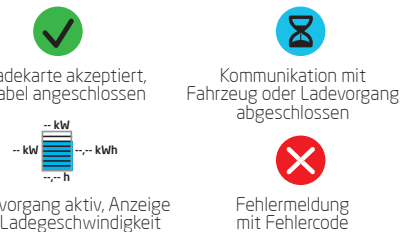

Abbildung 2: Symbole Statusanzeige
- ③ Statusinformationen
- ④ Statusanzeige (Symbole, siehe Abbildung 2)
- ⑤ Aktuelle Ladeleistung Richtung angeschlossenes Fahrzeug
- ⑥ Maximale Ladeleistung des Ausgangs
- ⑦ Aktuelle Energieaufnahme bei der laufenden Transaktion
- ⑧ Dauer der laufenden Transaktion